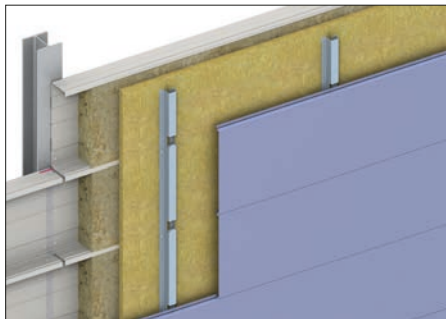

Abb. 75 Vorgesetzte hinterlüftete Fassade waagrecht auf Kassetten (PHKW2)
- Abb. 75 *Vorgesetzte hinterlüftete Fassade waagrecht auf Kassetten (PHKW2) (S. 55)*